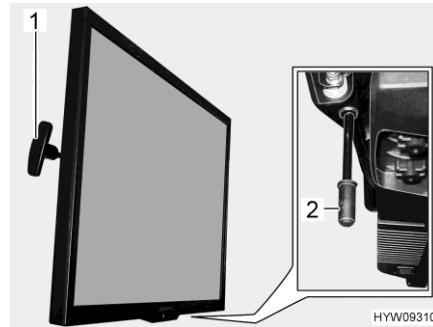

Bild 61 Flachbildschirm
- Griff (Bild 61,1) ziehen und halten. Der Flachbildschirm ist entriegelt.
- Griff (Bild 61,2) nach unten ziehen und halten. Der Flachbildschirm ist entriegelt.